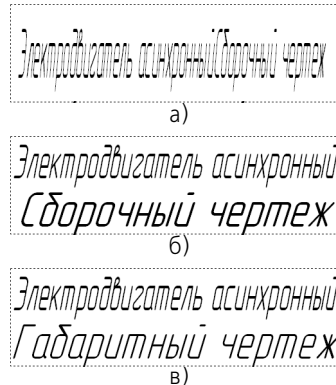

Рис. 49.21. Редактирование вставленного шаблона
Данные в шаблоне хранятся построчно, поэтому вставленное наименование документа расположится в ячейке в одну строку (рис. 49.21, а).
20. Строка будет разбита на две части (рис. 49.21, б).
21. Замените во второй строке слово *Сборочный* на *Габаритный* (рис. 49.21, в).